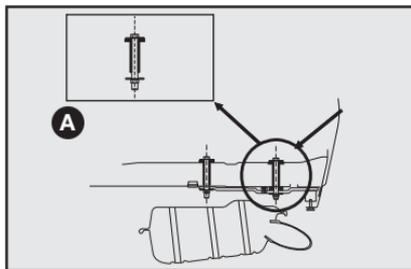

fig. 11
- Efetuar no veículo a furação com Ø (diâmetro) 11 mm traspassando o assalho posterior (ver detalhe **A-fig. 11**) e a longarina nas marcas esquemáticas indicadas na **fig. 12**.